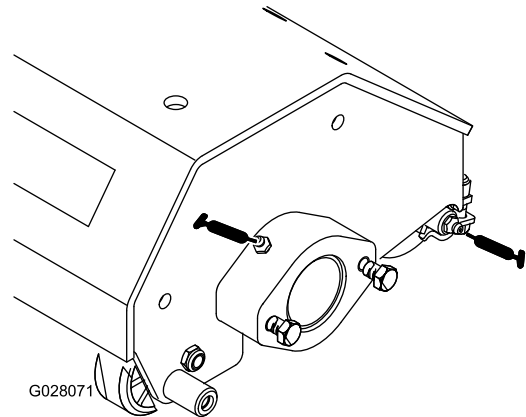

Bild 11
2. Fetten Sie die Wellenlager des Rasenlüfters und die Heckrollenlager (Bild 11) ein, bis Sie einen Druck feststellen.